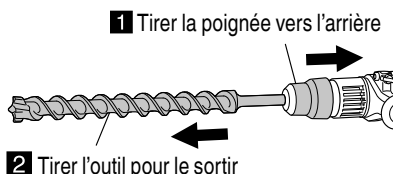

Fig. 8
- (3) Tirer sur l'outil pour s'assurer qu'il est bien verrouillé à fond.
(4) Pour retirer l'outil, tirer complètement l'attache coulissante dans le sens de la flèche et sortir l'outil (Fig. 8).